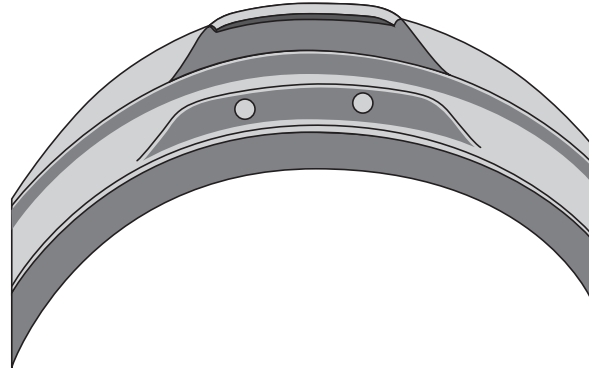

Fig. 4
6. Faça furos lentamente com a broca em cada orifício do gabarito, certificando-se de que a broca passe inteiramente pela mandíbula, mas não danifique nem fure qualquer outra parte do capacete (Fig. 4). Qualquer excesso de plástico presente ao redor dos orifícios perfurados recentemente pode ser removido com uma lima.